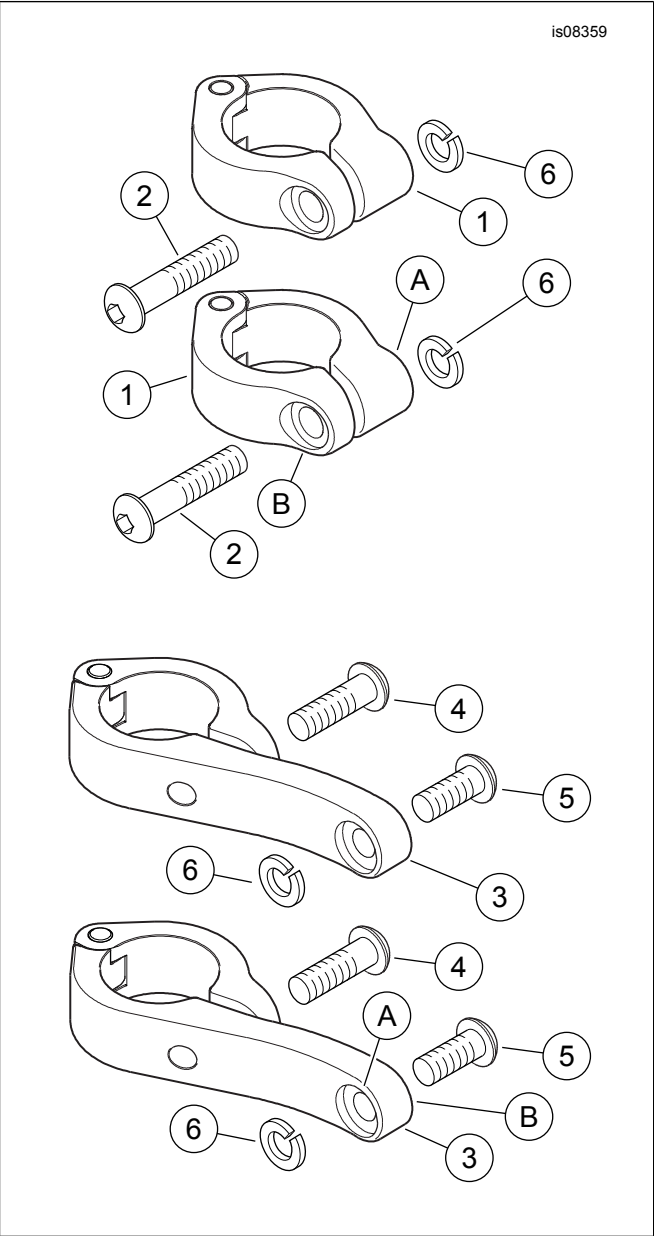

Figura 1. Peças de reposição, kits de montagem do farol de neblina bala de LED
Veja Figura 1 e Tabela 1.
1. Veja Figura 1. Pegue um prendedor do protetor do motor (1), o parafuso (2) e a arruela de pressão (6) **desse** kit.
2. Abra o prendedor. Coloque o prendedor ao redor da seção vertical do protetor do motor com a dobradiça voltada para trás e o rebaixo profundo (A) para dentro.
3. Insira o parafuso através do prendedor do lado do rebaixo raso (B). Deslize a arruela de pressão nas roscas do parafuso no rebaixo profundo.
1. Veja Figura 1. Pegue um prendedor do protetor do motor (3) e um parafuso longo (4) **desse** kit.